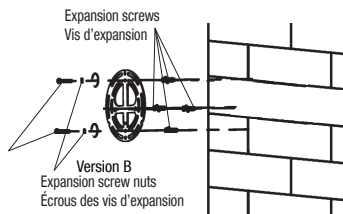

Fig. 2B
3. Drill holes on the wall and insert the four expansion screws (version A). Fix the mounting plate with the nut of expansion screws (Fig. 2B).
NOTE: If this mount version include a recessed junction box (version B), install the mounting plate on the junction box. Attach gasket and fix the mounting plate with the two screws on the junction box (Fig. 2B).
3. Percez des trous dans le mur et insérez les quatre chevilles d'expansion (version A). Fixez la plaque de fixation avec l'écrou des chevilles d'expansion (Fig. 2B).
Attachez le joint d'étanchéité et fixez la plaque de montage avec les deux vis de la boîte de jonction (Fig. 2B).